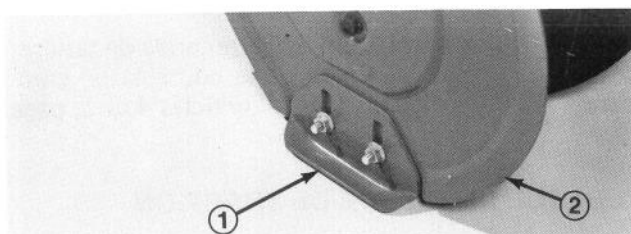

Figure 27
1. Disposez la déneigeuse sur une surface plane et de niveau. Desserrez ensuite les quatre écrous à collerette (Fig. 27) fixant les deux patins aux plaques latérales du logement de tarière. Les patins doivent pouvoir coulisser vers le haut et vers le bas.